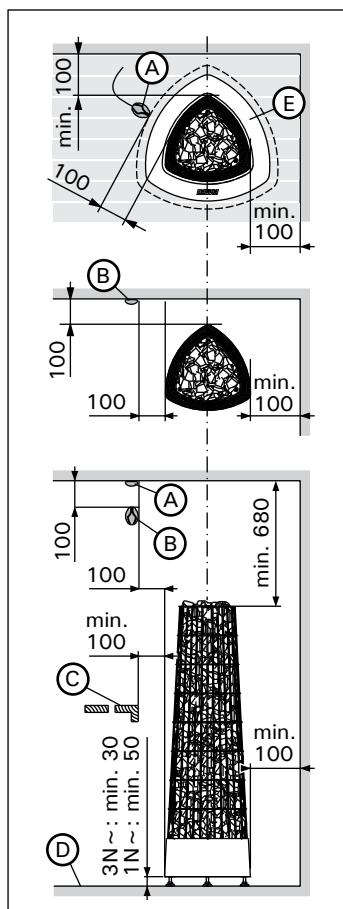
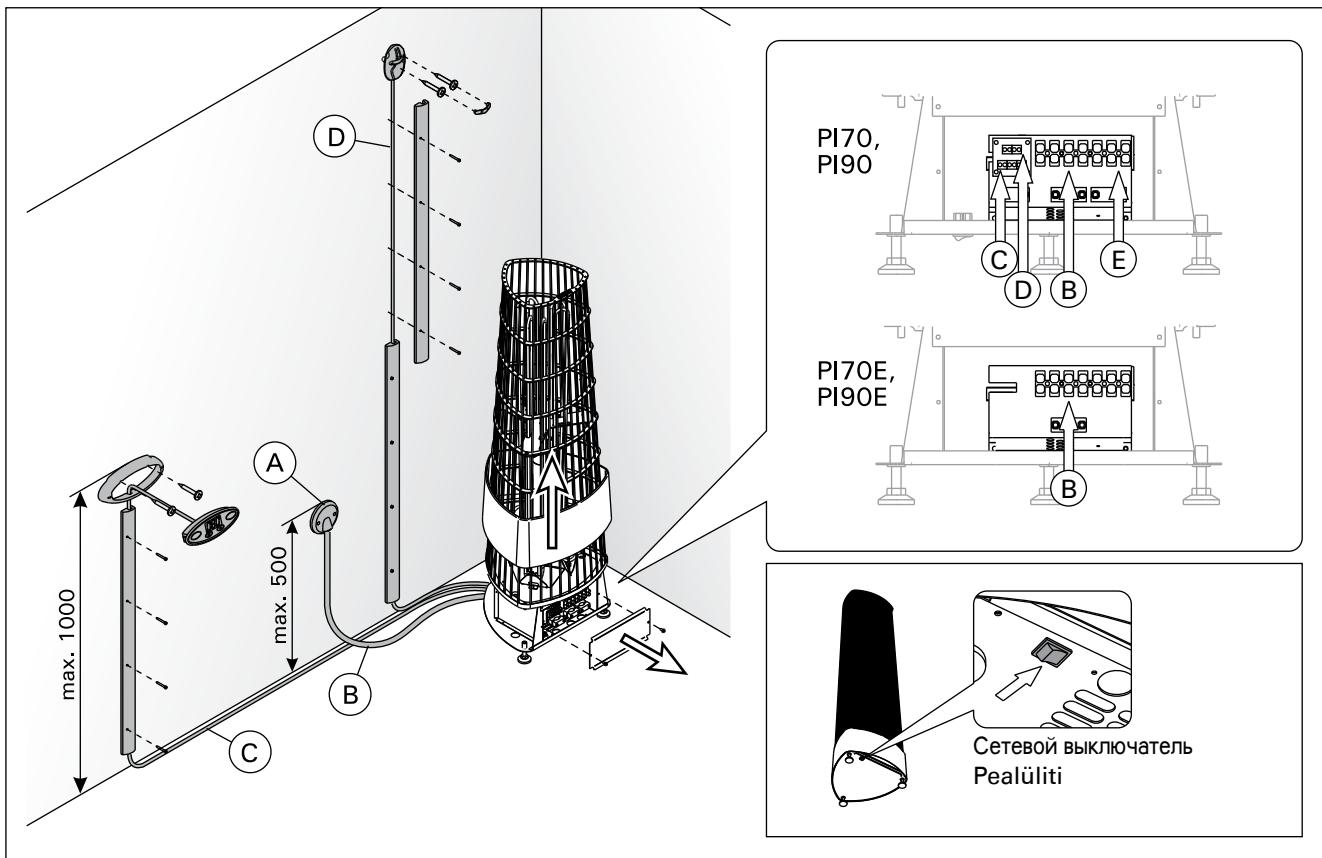

Рисунок 6. Расположение и безопасные расстояния (все размеры приведены в миллиметрах)
Рисунок 7. Разъемы нагревателя (все размеры приведены в миллиметрах)
- Элементы, представленные на рис. 6:
Разъемы нагревателя (рис. 7):
- Каменка гибким проводом подсоединяется к соединительной коробке (рис. 7: А) в стене сауны. Соединительная коробка должна быть брызгозащищенной и находиться на расстоянии не более 500 мм от пола.
- В качестве кабеля (рис. 7: В) следует использовать резиновый кабель типа HO7RN-F или подобный. **ВНИМАНИЕ! Использование изолированного ПВХ кабеля запрещено вследствие его разрушения под воздействием тепла.**
- PI:** Установите датчик на стену сауны, как показано на рис. 6. Вставьте кабель датчика в разъем нагревателя по принципу цветового соответствия (рис. 7: D).
- PI-E:** Установите датчик (WX248) на стену сауны, как показано на рис. 6.
Датчик следует устанавливать в место, указанное в данной инструкции (рис. 6). Если не соблюдается минимальное расстояние, следует переместить вентиляцию.
Закрепите панель управления следующим образом (см. рис. 7):
- Вставьте свободный конец кабель управления в разъем нагревателя по принципу цветового соответствия (рис. 7: C).